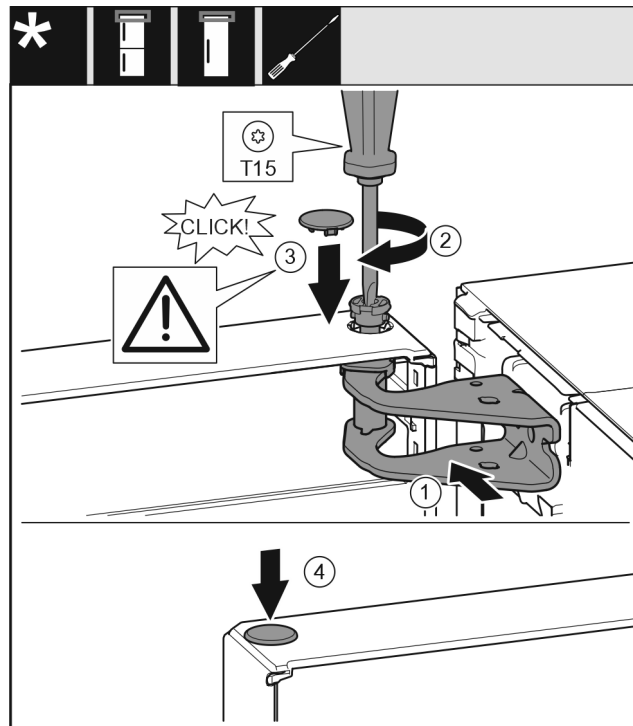

Fig. 21
- Justér døren foroven i forhold til åbningen i hængselbukken. Fig. 21 (1)
- Indsæt bolten Fig. 21 (2), og skru den fast med en skrue-trækker.
- Monter sikringsafdækningen Fig. 21 (3) til sikring af døren: Indsæt sikringsafdækningen, og kontrollér, om den hviler på døren. Ellers sættes bolten helt ind.
- Indsæt proppen Fig. 21 (4).